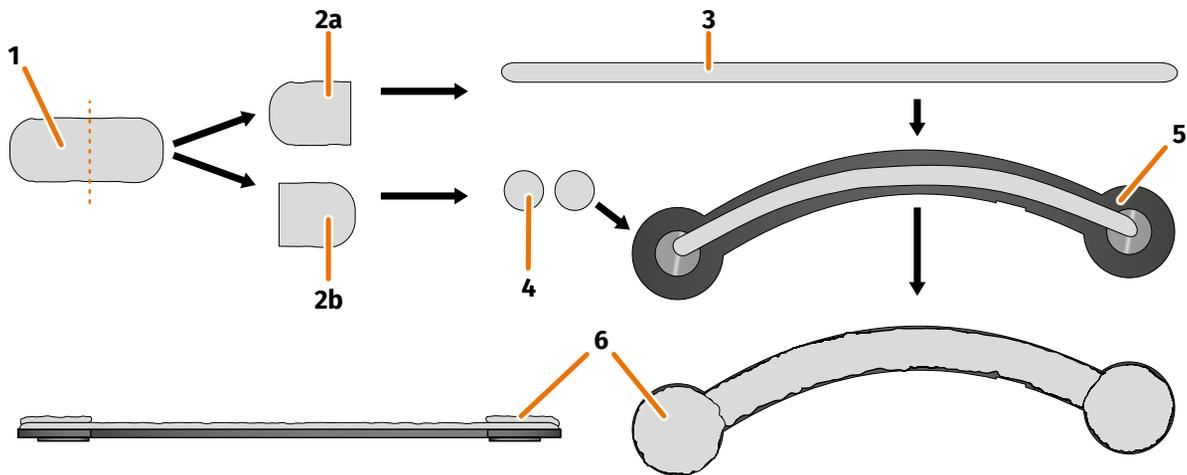

FIGURA 12: Aplicar Sugru sobre el adaptador de casco estrecho
1. Abre un paquete de Sugru y extrae de él su contenido (FIGURA 12/1).
2. Divide el Sugru en dos mitades (FIGURA 12/2a y 2b).
3. Con una de las mitades de Sugru (FIGURA 12/2a) forma un rodillo (FIGURA 12/3) que tenga aproximadamente la longitud del adaptador de casco.
4. Divide la otra mitad del Sugru (FIGURA 12/2b) en dos mitades de igual tamaño y forma con ellas dos bolas (FIGURA 12/4).
5. Coloca el rodillo (FIGURA 12/3) en el lado del adaptador de casco en el que se ven los imanes (FIGURA 12/5).
7. Coloca cada una de las bolas formadas en uno de los extremos redondeados del adaptador de casco y aplánalas con cuidado y uniformemente para que se unan a la capa de Sugru ya aplicada (FIGURA 12/6).